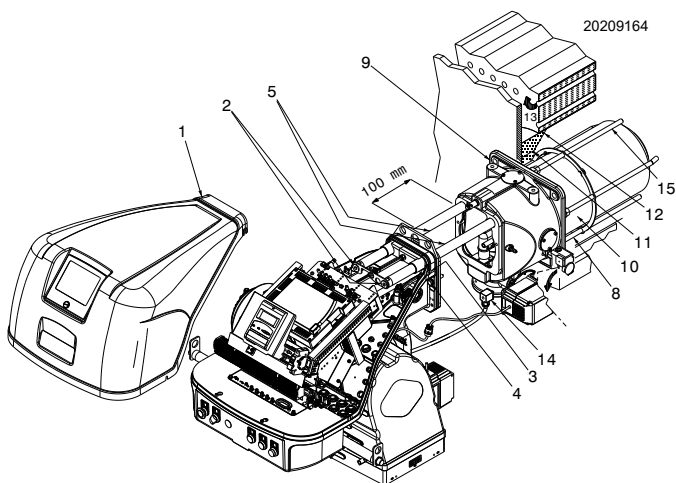

Fig. 16
Pour les chaudières avec circulation des fumées avant 13)(Fig. 16), réaliser une protection en matériau réfractaire 11), entre réfractaire chaudière 12) et buse 11).
Séparer la tête de combustion du reste du brûleur, comme indiqué dans la Fig. 16 ; procéder comme suit :
Lors de la fixation du brûleur à la chaudière, veiller en particulier aux tuyaux de gaz externes 15)(Fig. 16) pour éviter de les endommager.
- remonter le brûleur sur les glissières 3) à environ 100 mm du manchon 4) - brûleur dans la position illustrée sur la Fig. 16 à la page 22 ;